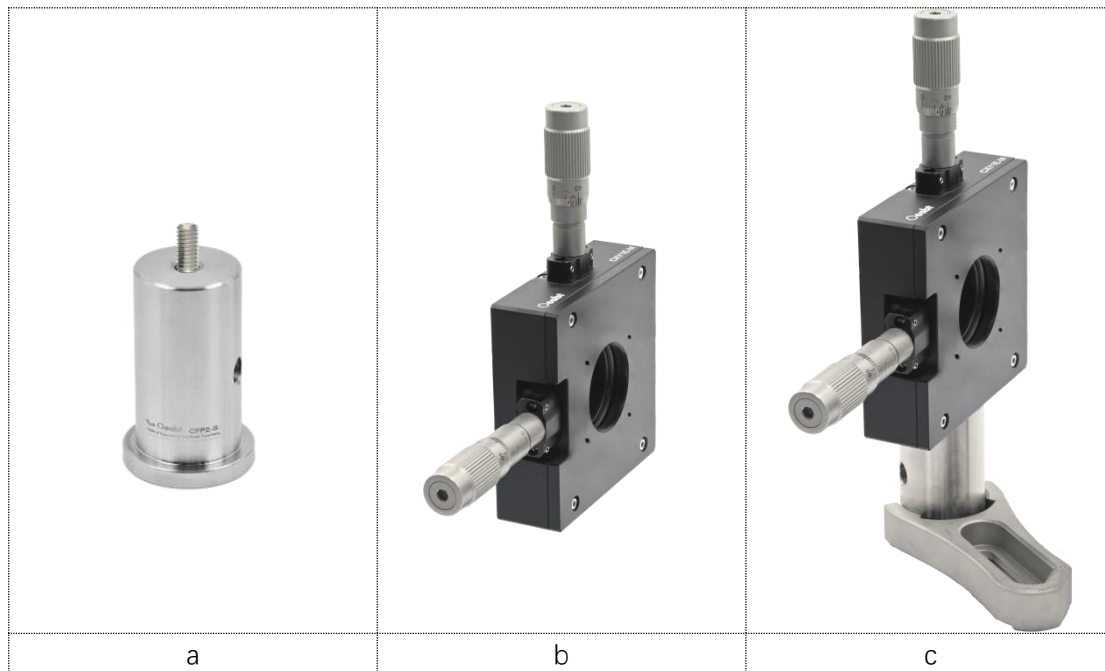

图 4-1
①、先将 M4 紧定螺丝旋入“不锈钢接杆”，图 4-1-a；然后把“XY 平移架”安装到“不锈钢接杆”上；最后将“叉式压板”把组件固定在面包板上，图 4-1。